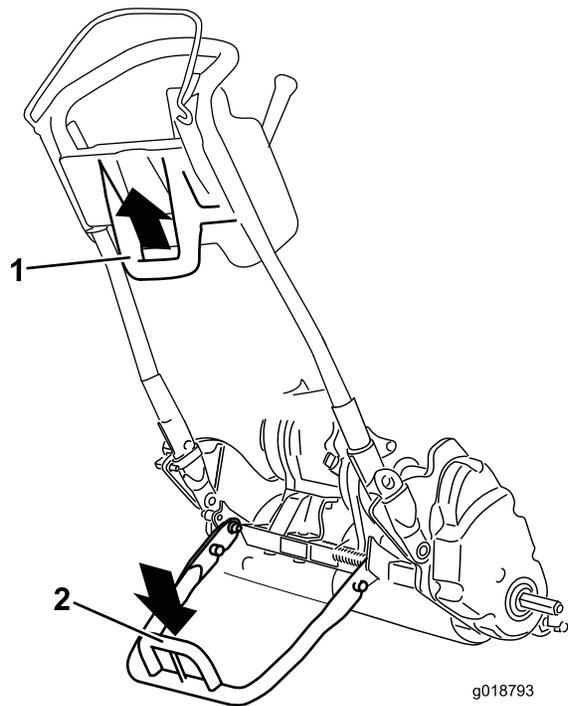

Figura 22
- Para utilizar el caballete para instalar las ruedas de transporte, bájelo al suelo y pise el reborde, tirando de la palanca inferior central hacia arriba y hacia atrás (Figura 22).